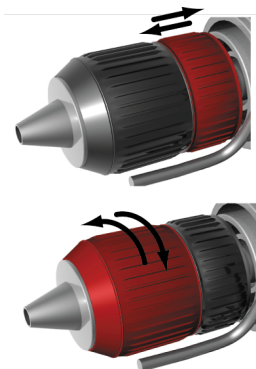

Рисунок 5 - Быстрозажимной патрон
- Заблокируйте замок, сместив муфту в задней части быстрозажимного патрона вперёд, до щелчка (рис. 5).